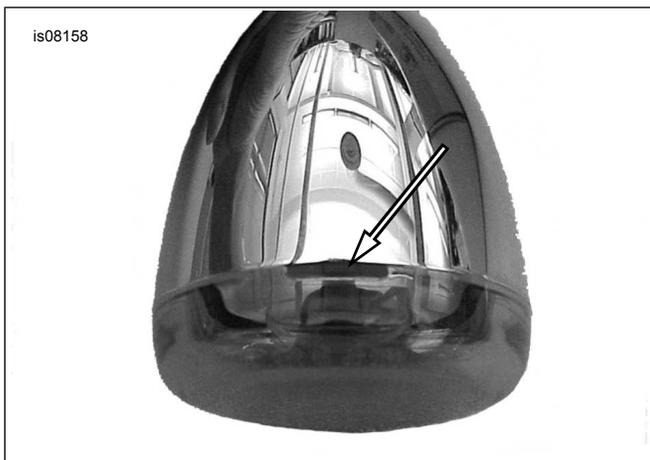

Figura 14. Instalação da lente da luz direcional (vista inferior)
- c. Veja Figura 14. Instale a lente da luz direcional com as fendas voltadas para baixo e alinhadas com as fendas do anel de vedação “o-ring” conforme exibido.